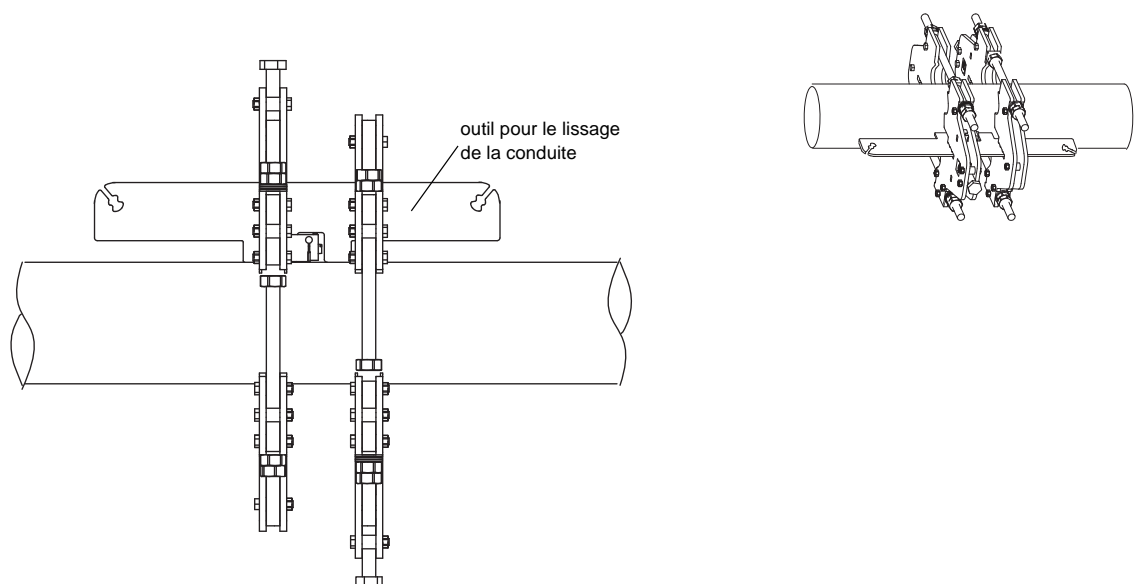

Fig. 3.4: Positionnement des découpes pour lame de couplage des deux dispositifs de fixation à la conduite
- Positionnez les découpes pour lame de couplage des deux dispositifs de fixation à la conduite à l'aide de l'outil pour le lissage de la conduite. L'outil pour le lissage de la conduite doit pouvoir passer facilement à travers les découpes pour lame de couplage des dispositifs de fixation à la conduite des deux côtés de la conduite (voir Fig. 3.4).
- Positionnez les découpes pour lame de couplage des deux dispositifs de fixation à la conduite. Utilisez pour ce faire l'outil pour le lissage de la conduite en mode réflexion. L'outil pour le lissage de la conduite doit pouvoir passer facilement à travers les découpes pour lame de couplage des dispositifs de fixation à la conduite (voir Fig. 3.4).